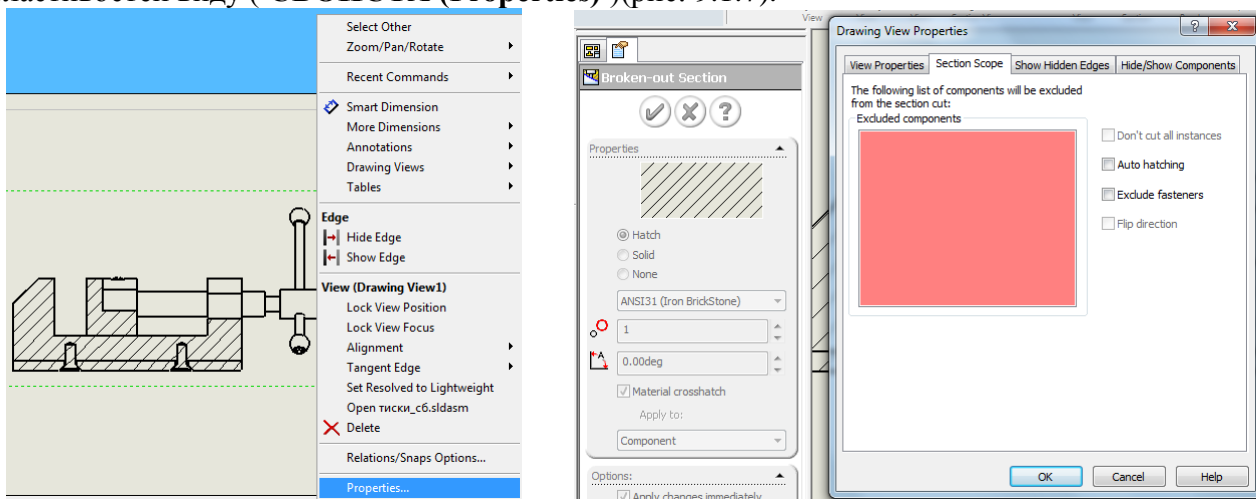

Рис. 9.1.7. Властивості створеного розрізу
5. Виберіть створений розріз та натисніть праву клавішу мишки. Перейдіть до властивостей виду (**СВОЙСТА (Properties)**) (рис. 9.1.7).